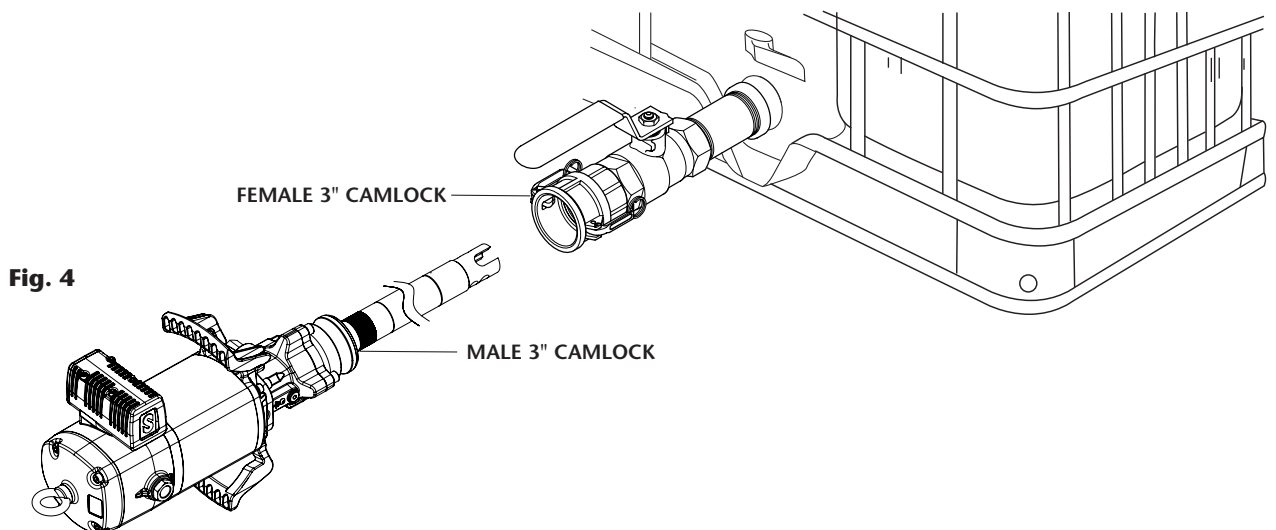

Fig. 4
- **c.** Montagem horizontal a um recipiente a granel (bombas 531730, 531731). Estas bombas têm a parte masculina de um cambota de 3" que se ligaria à parte feminina instalada no recipiente (Fig. 4).